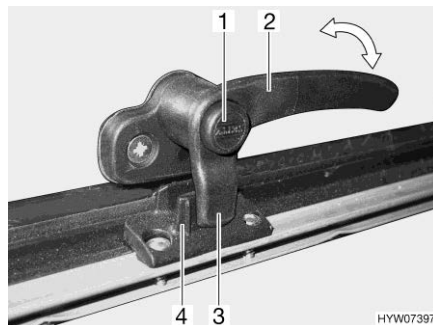
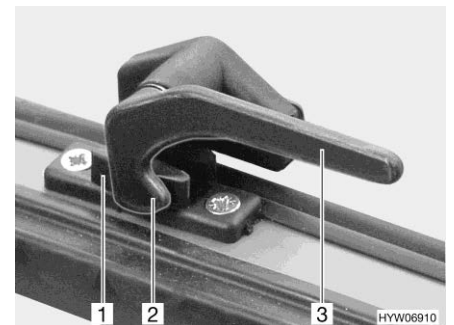

Bild 88 Låsarm med låsknapp i läget "stängd"
Bild 89 Låsarm i läget "stängd"
- Tryck på låsknappen (Bild 88,1) om sådan finns och håll den nedtryckt.
- Vrid alla låsarmar (Bild 88,2 eller Bild 89,3) ett kvarts varv mot luckans mitt.
- Vrid alla låsarmar (Bild 88,2 eller Bild 89,3) ett kvarts varv mot ramen. Låsspaken (Bild 88,3 eller Bild 89,2) sitter på insidan av lucklåset (Bild 88,4 eller Bild 89,1).
- I läget "helt stängt" (Bild 88 och Bild 89)